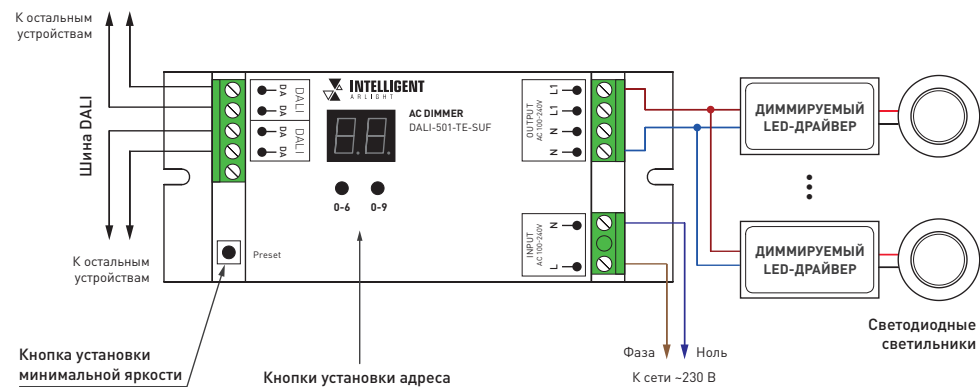

Рисунок 1. Схема подключения диммера, органы управления и индикации.
3.3. Подключите диммируемый источник света с напряжением питания ~230В к выходу AC OUTPUT диммера (см. Рисунок 1).
3.8. Установите адрес диммера. Адрес может быть назначен по шине при помощи мастер-контроллера DALI (см. инструкцию к мастер-контроллеру) или установлен кнопками на корпусе диммера (см. Рисунок 1).